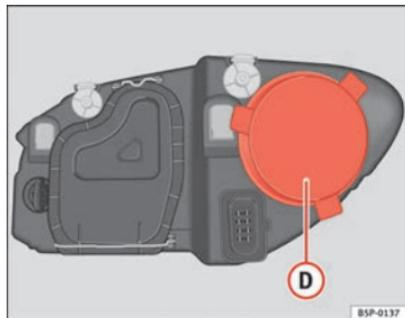

Fig. 183 Luci di posizione
- Rimuovere la copertura ⇒ fig. 183 ① tirandola.